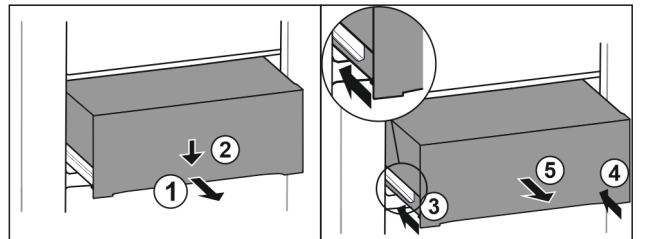

Fig. 106
- ▶ Predal izvlecite do polovice. Fig. 106 (1)
- ▶ Predal na sprednji strani potisnite navzdol. Fig. 106 (2)
- ▶ Levo vodilo potisnite približno 2 cm noter. Fig. 106 (3)
- ▶ Desno vodilo potisnite približno 2 cm noter. Fig. 106 (4)
- ▶ Predal vzemite ven v smeri naprej. Fig. 106 (5)